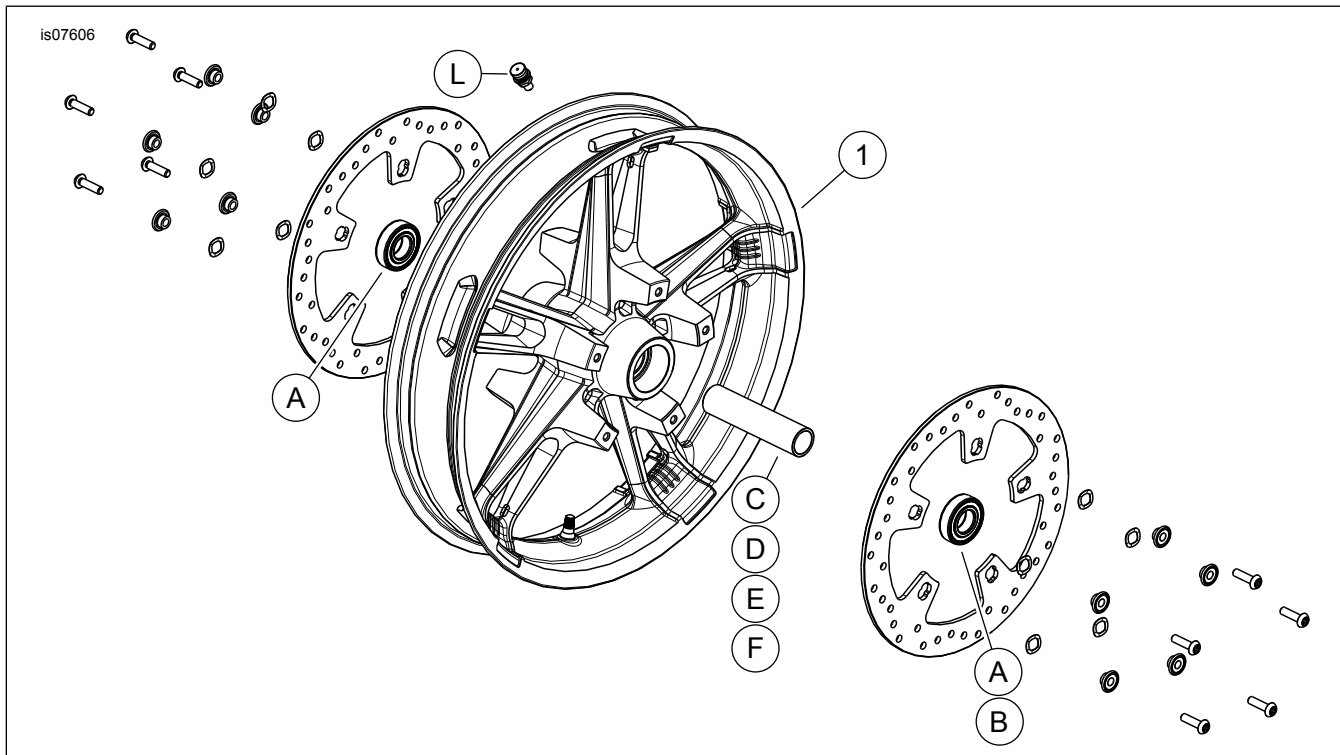

Figure 1. Pièces de rechange : ROUES AVANT ENFORCER, kit 43300336 illustré
2. Voir Figure 1. Installer l'ensemble de tige de valve (N) sur la roue. Voir PNEUS dans le manuel d'entretien.